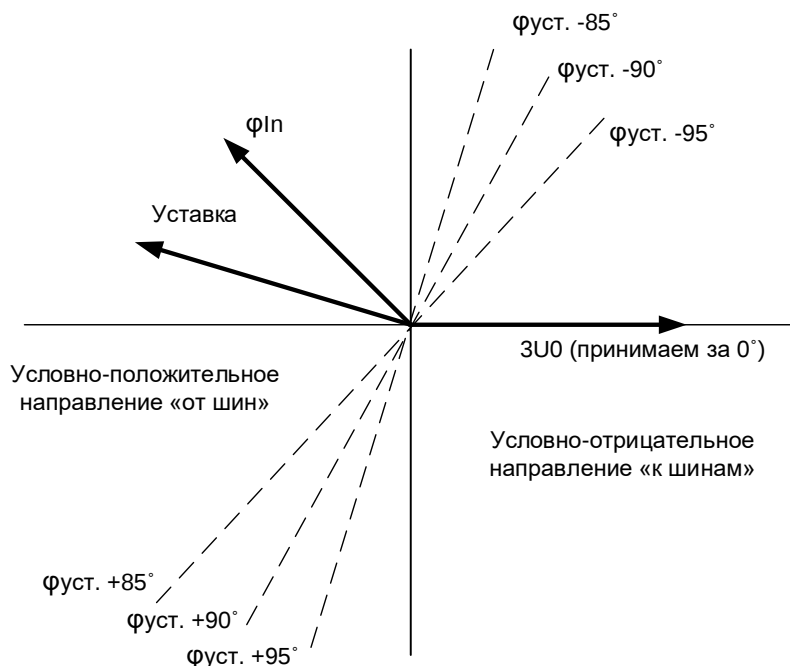

Рисунок 3.1 – Векторная диаграмма определения направления мощности
4. Определяет направление мощности. Для определения направления мощности при аварийных замыканиях на землю осуществляется измерение угла фазового сдвига между измеренным напряжением $3U_0$ и первой гармоникой тока нулевой последовательности I_n . Измеренное значение угла сравнивается с уставкой в момент срабатывания одной из ступеней индикации: I_n , I_{n5} , $3U_0$ (рисунок 3.1). На рисунке 3.1 показана ширина сектора срабатывания 180 град. При необходимости она может быть увеличена, и составлять 240, 250 или 260 град.